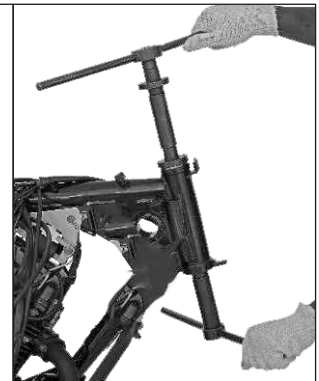

Fig. 1.15B
- Se usa para instalar las cunas de dirección durante los servicios al sistema de dirección. (Fig. 1.15B)